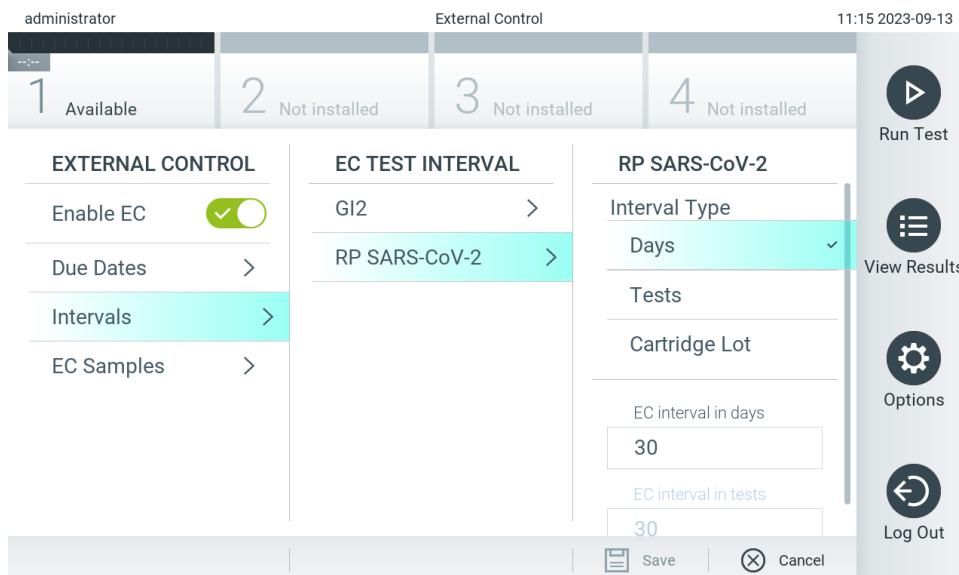

Figura 77. Ecranul External Control Intervals (Intervale substanță de control externă).
8. Selectați **Intervals** (Intervale), apoi un test din listă pentru configurarea intervalului respectiv. Se afișează un memento pentru a le reaminti utilizatorilor că o testare a substanței de control externe trebuie efectuată pentru testul selectat, dacă intervalul a trecut (Figura 77).